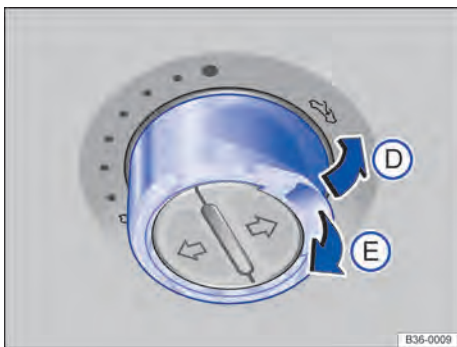

Fig. 42 No revestimento do teto: pressionar o interruptor e puxar para levantar ou fechar.
⇒ Fig. 42
- *Teto solar panorâmico*: dentro de aproximadamente 5 segundos após a liberação do limitador de força, puxar o interruptor o tempo necessário ⇒ Fig. 42 (E), até que o teto solar panorâmico esteja completamente fechado.